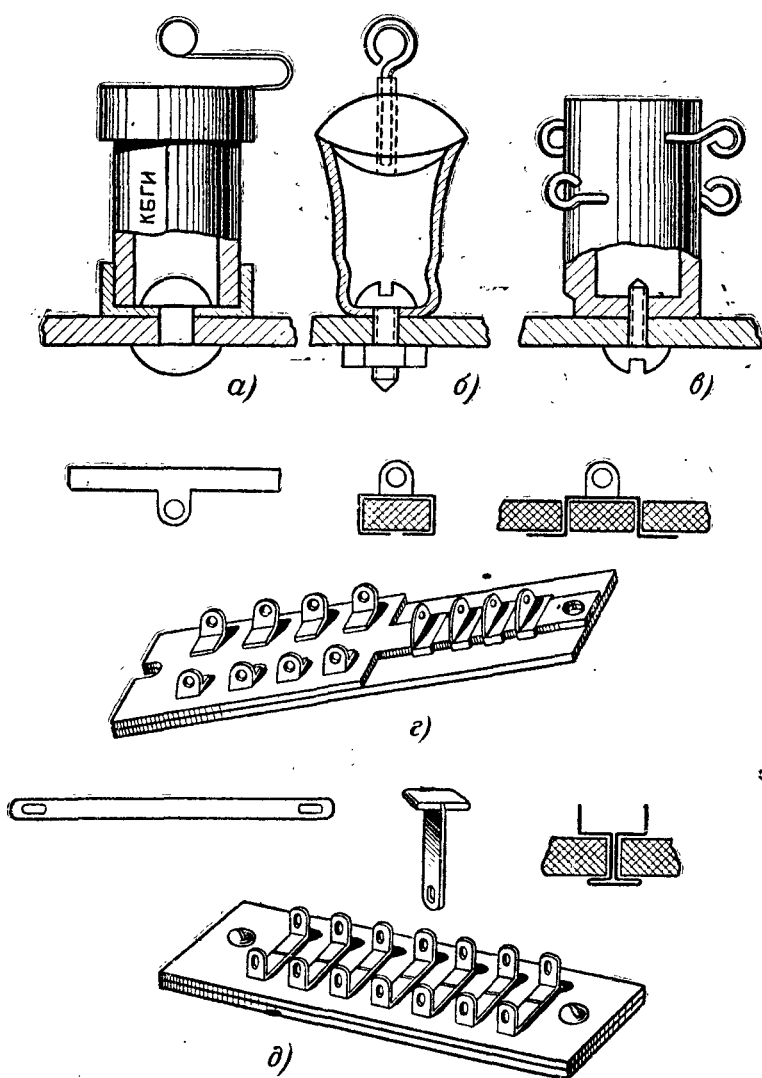

Рис. 7. Изготовление контактных стоек и монтажных планок.
**Одноконтатные и многоконтатные монтажные стойки и планки** требуются при различных переделках телевизора для жесткого закрепления деталей. Их можно изготовить из подручных материалов. Часто выбрасываемые негодные детали могут служить отличными монтажными стойками. Пример применения таких деталей приведен на рис. 7, а — в. Использование для монтажных стоек корпуса конденсатора КБГИ, корпуса диодов типа ДГ-Ц21 — ДГ-Ц27 или направляющего ключа от восьмиштырьковой октальной лампы, укрепляемых на шасси с помощью клепки или резьбовых соединений, доступно в изготовлении и не требует дополнительных пояснений к рисунку.
Для изготовления контактных выводов монтажных планок, изображенных на рис. 7, г и д, требуется листовая латунь или медь,